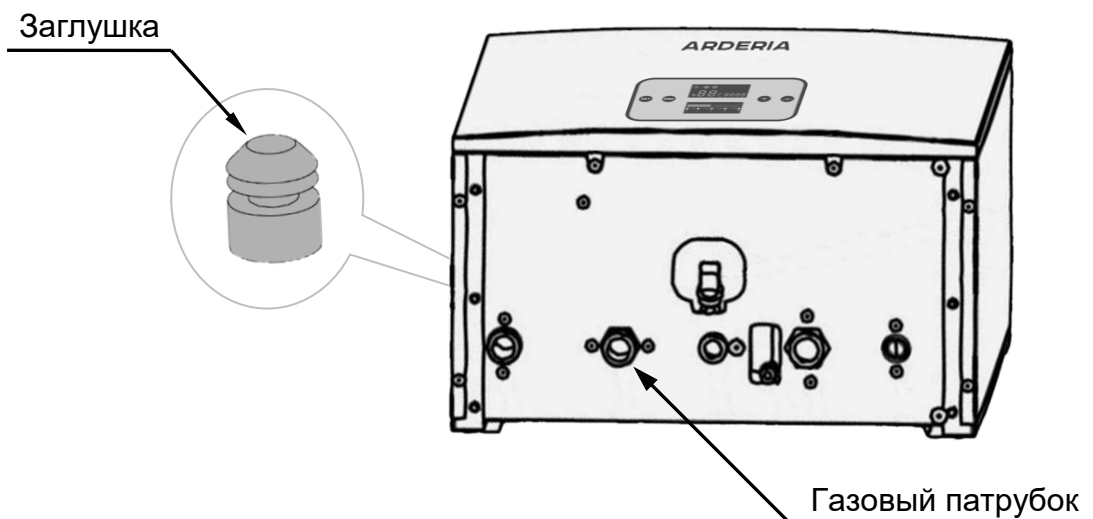

Рис. 18 Место присоединение котла к газопроводу
- Газовую подводку подключают к газовому патрубку котла, предварительно сняв транспортную, защитную заглушку (См. Рис. 18).